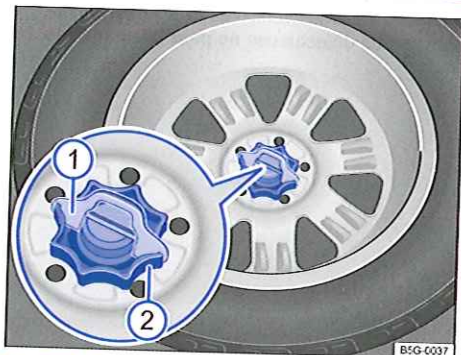

Fig. 239 Dans le coffre à bagages : molette de fixation de la roue de secours.
- Le cas échéant, retirez la clavette de la sécurité antirotation **fig. 239 1** vers le haut.